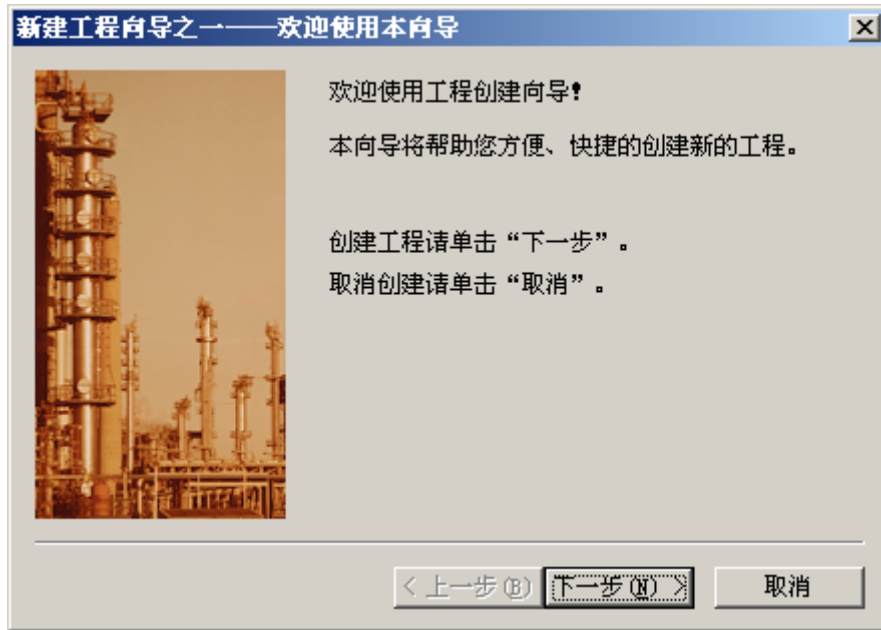

图 3-2 “新建工程向导之一”对话框
(2) 单击菜单栏“文件 | 新建工程”命令或工具条“新建”按钮或快捷菜单“新建工程”命令后，弹出“新建工程向导之一——欢迎使用本向导”对话框，如图 3-2 所示。